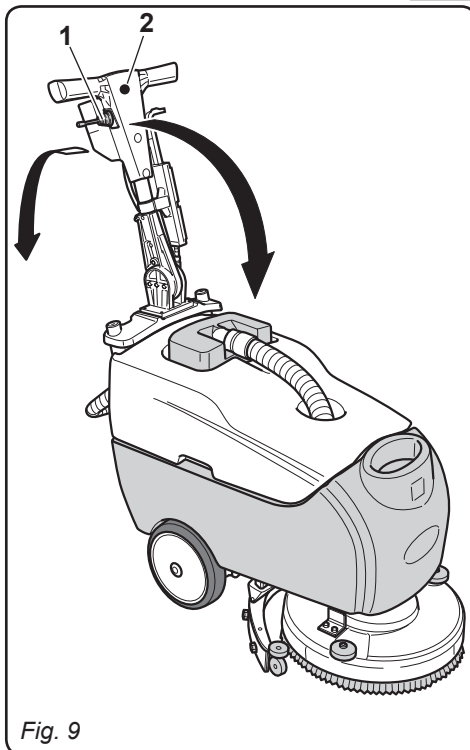

Fig. 9
7.1 ALAVANCA PARA REGULAGEM DE INCLINAÇÃO DO CONJUNTO GUIDÃO (Fig. 9)
- É possível regular a posição do conjunto guidão (2) puxando a alavanca (1); após solta a alavanca o conjunto guidão bloqueia-se na mais próxima das posições pré-definidas.